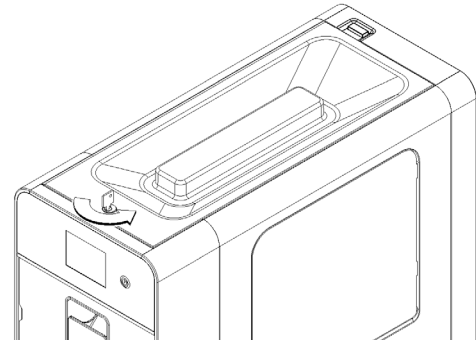

Bild 16
- 4 Den Deckel abnehmen. Falls das Schloss für die Sicherheitsverriegelung des Deckels vorhanden ist, den Schlüssel gegen den Uhrzeigersinn drehen. (Bild 16)
und abziehen. (Bild 16)